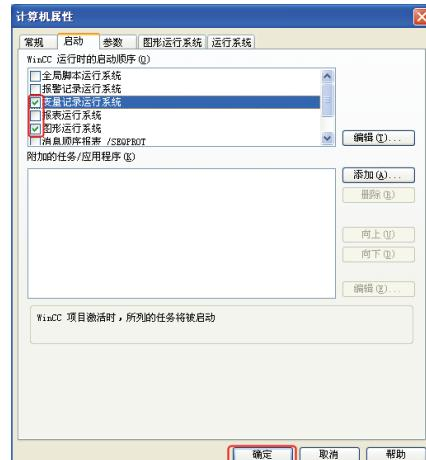

图 7-29 更改“启动”项
3) 修改“启动”项。打开“计算机属性”界面，选中“启动”选项卡，勾选“变量记录运行系统”和“图形运行系统”两项，如图 7-29 所示。